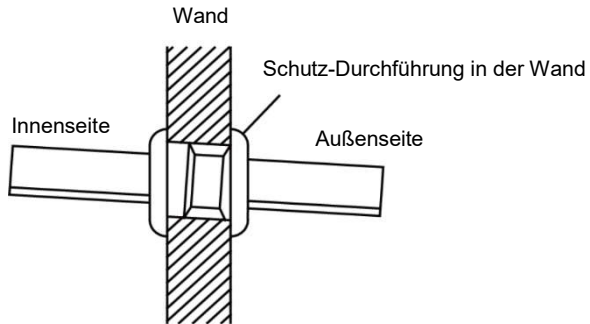

Abb. 7-1: Installation der Verbindungsrohre für Kältemittel durch die Wand
1. Muss die Verbindungsleitung zwischen dem Wassertank und der Haupteinheit durch eine Wand geführt werden, ist eine Bohrung von  $\varnothing 55$  mm in der Wand zu bohren. Das Gefälle der Bohrung muss der Abb. 7-1 entsprechen. Die Bohrung muss an den beiden Seiten mit Durchführung geschützt werden.